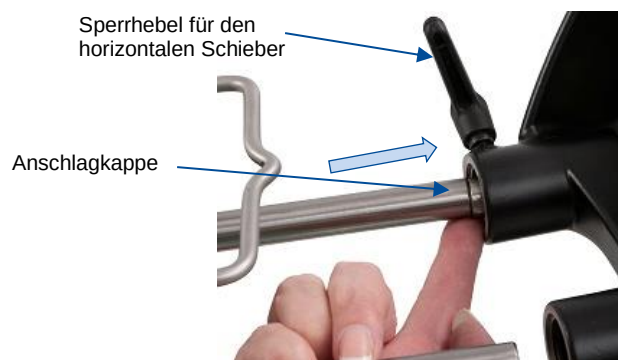

Abbildung 91: Einführen der Unterbaugruppe der HWS-Management-Grundeinheit in den ProAxis®-HWS-Management-Montagekloben
- ii. Die Anschlagkappe ausrichten und die Pfosten der Grundeinheit in den ProAxis®-Kloben einführen (Abbildung 91).